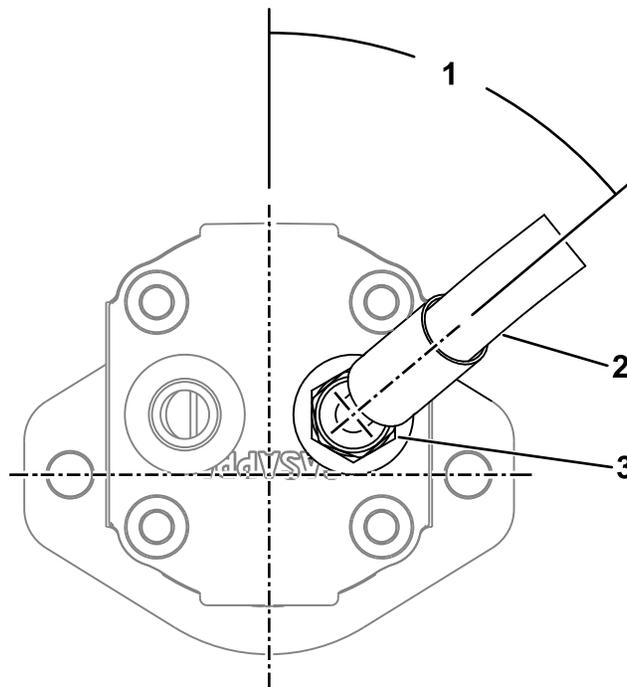
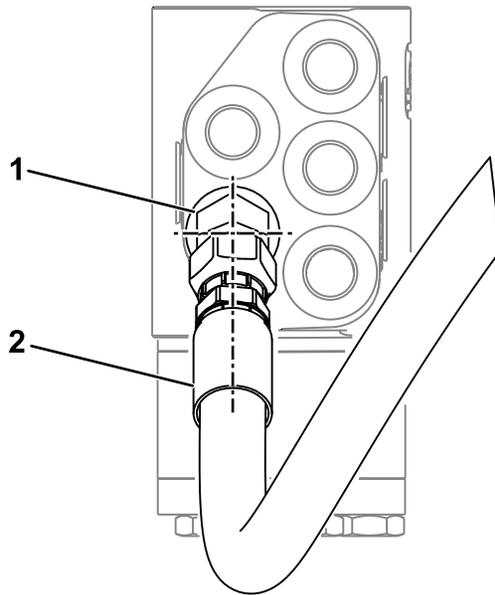

Figura 2
Figura 3
2. Conecte el acoplamiento de la manguera hidráulica de 45° en el nuevo acoplamiento recto y oriéntelo a 50°, tal y como se muestra en la Figura 2.
4. Conecte el acoplamiento recto de la manguera hidráulica al nuevo acoplamiento de 45°, tal y como se muestra en la Figura 3.
6. Asegúrese de que la manguera y los acoplamientos están alineados, tal y como se muestra en la Figura 2 y en la Figura 3, y de que las mangueras no se giren al dirigirse junto a los tubos hidráulicos existentes.